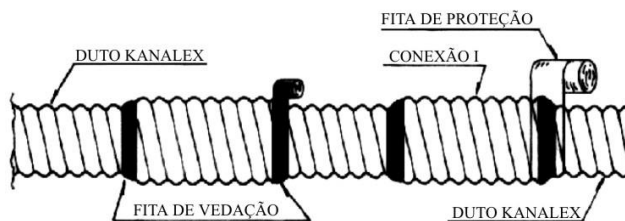

Figura 40
- Aplicar las cintas aislantes y de protección (Figura 40)